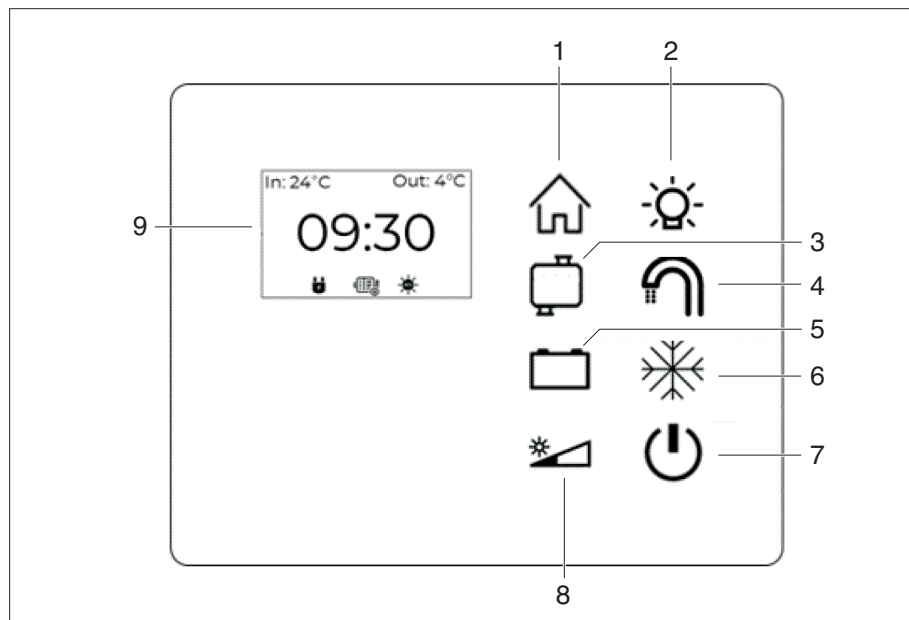

Figura 59 Panel de mando D200
Al pulsar las teclas (Figura 59, 1, 3 y 5), la pantalla de control cambia al modo de visualización correspondiente.
Si mantienes pulsada la tecla de inicio (Figura 59, 1) se activa el modo de ajuste de la hora. En la pantalla de control sólo se muestra la hora. Un cursor parpadea debajo de la visualización de la hora (HH:MM).
Cuando se activa la tecla de inicio (Figura 59, 1) el panel de mando muestra en la pantalla de control qué fuente de energía está cargando la batería del habitáculo.
La tecla de encendido (Figura 59, 7) se utiliza para encender y apagar el panel de mando. La iluminación está ajustada de serie a un brillo medio y se puede ajustar manualmente con sólo pulsar la tecla de atenuación (Figura 59, 8). Independientemente del nivel de brillo configurado, la iluminación se atenúa cuando está inactiva y se reactiva pulsando cualquier tecla. Se mantiene el último nivel de brillo utilizado. La tecla de atenuación (Figura 59, 8) siempre se ilumina en amarillo, excepto en el modo nocturno.
Al mantener presionada la tecla de atenuación (Figura 59,8) el panel de mando cambia al modo nocturno. Sólo la tecla de atenuación queda iluminada tenuemente en rojo para no confundirse con un panel de mando apagado.
Si el nivel de agua potable es muy bajo o el depósito de aguas residuales está casi lleno, la tecla de control (Figura 59, 3) del panel de control parpadea en rojo. Al presionar la tecla de control se accede a las indicaciones de estado de los niveles de llenado.
- Pulsar tecla de control (Figura 59, 3).
- Pulsar la tecla de control (Figura 59, 3) de nuevo.
El panel de mando informa acústicamente del nivel de llenado cuando se llena el depósito de agua potable. Se activa manteniendo pulsado la tecla de control (Figura 59, 3) del nivel de agua potable.
La tecla parpadea cuando se activa correctamente. La medición de nivel depende del tipo de depósito que se instale. Cuando el nivel alcanza aproximadamente el 80 % del volumen real del depósito suena una señal acústica. A medida que aumenta el nivel del líquido, la pausa entre las señales acústicas va disminuyendo para evitar el desbordamiento. La señal acústica se apaga cuando el modo de recarga está desactivado. Para ello, se debe presionar nuevamente la tecla de control (Figura 59, 3).
Si la tensión de la batería es muy baja, la tecla de control (Figura 59, 5) del panel de mando parpadea en rojo o blanco.
- Pulsar tecla de control (Figura 59, 5).
- Pulsar la tecla de control (Figura 59, 5) de nuevo.
Si la tensión de la batería del habitáculo es baja, la tecla de control (Figura 59,5) del panel de mando parpadea en rojo. Además, la barra de estado de la batería del habitáculo parpadea en la pantalla de control. Si la batería del habitáculo no está cargada, la tensión de la batería seguirá bajando. Cuando se alcanza un valor crítico para la batería entra automáticamente en funcionamiento la protección de la batería.